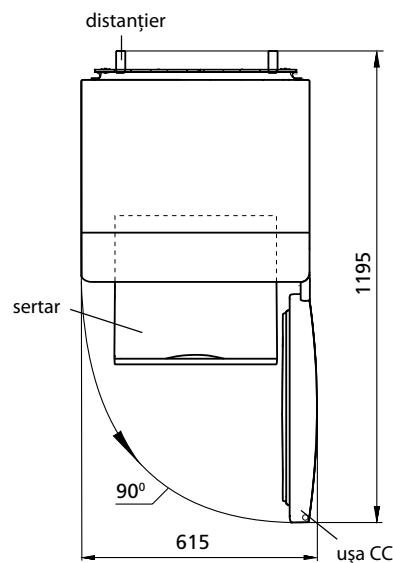

Figura 2 – Frigider (vedere de sus)
1.3 Spațiul total necesar pentru funcționarea frigiderului se determină de dimensiunile de gabarit, indicate în milimetri în figura 2. Pentru extragerea liberă a componentelor din frigider este necesar de deschis ușa la unghiul nu mai mic de 90°.